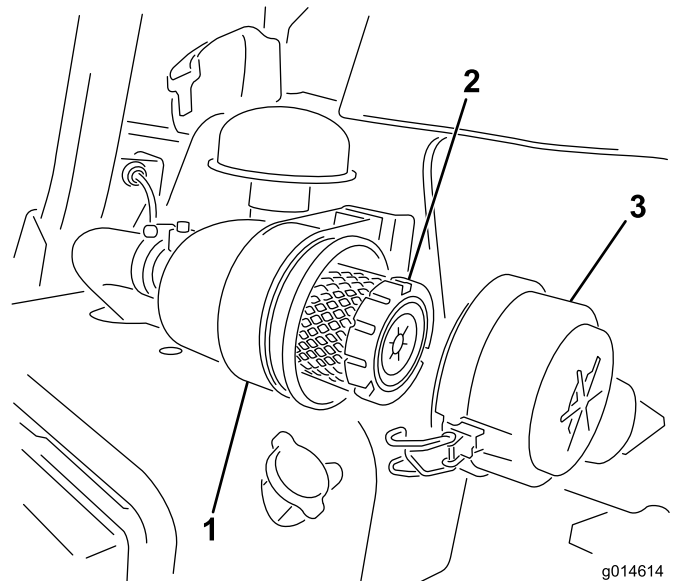

Bild 46
1. Lösen Sie die Laschen, mit denen die Abdeckung am Luftfilterkörper befestigt ist (Bild 46).
6. Befestigen Sie die Laschen (Bild 46).